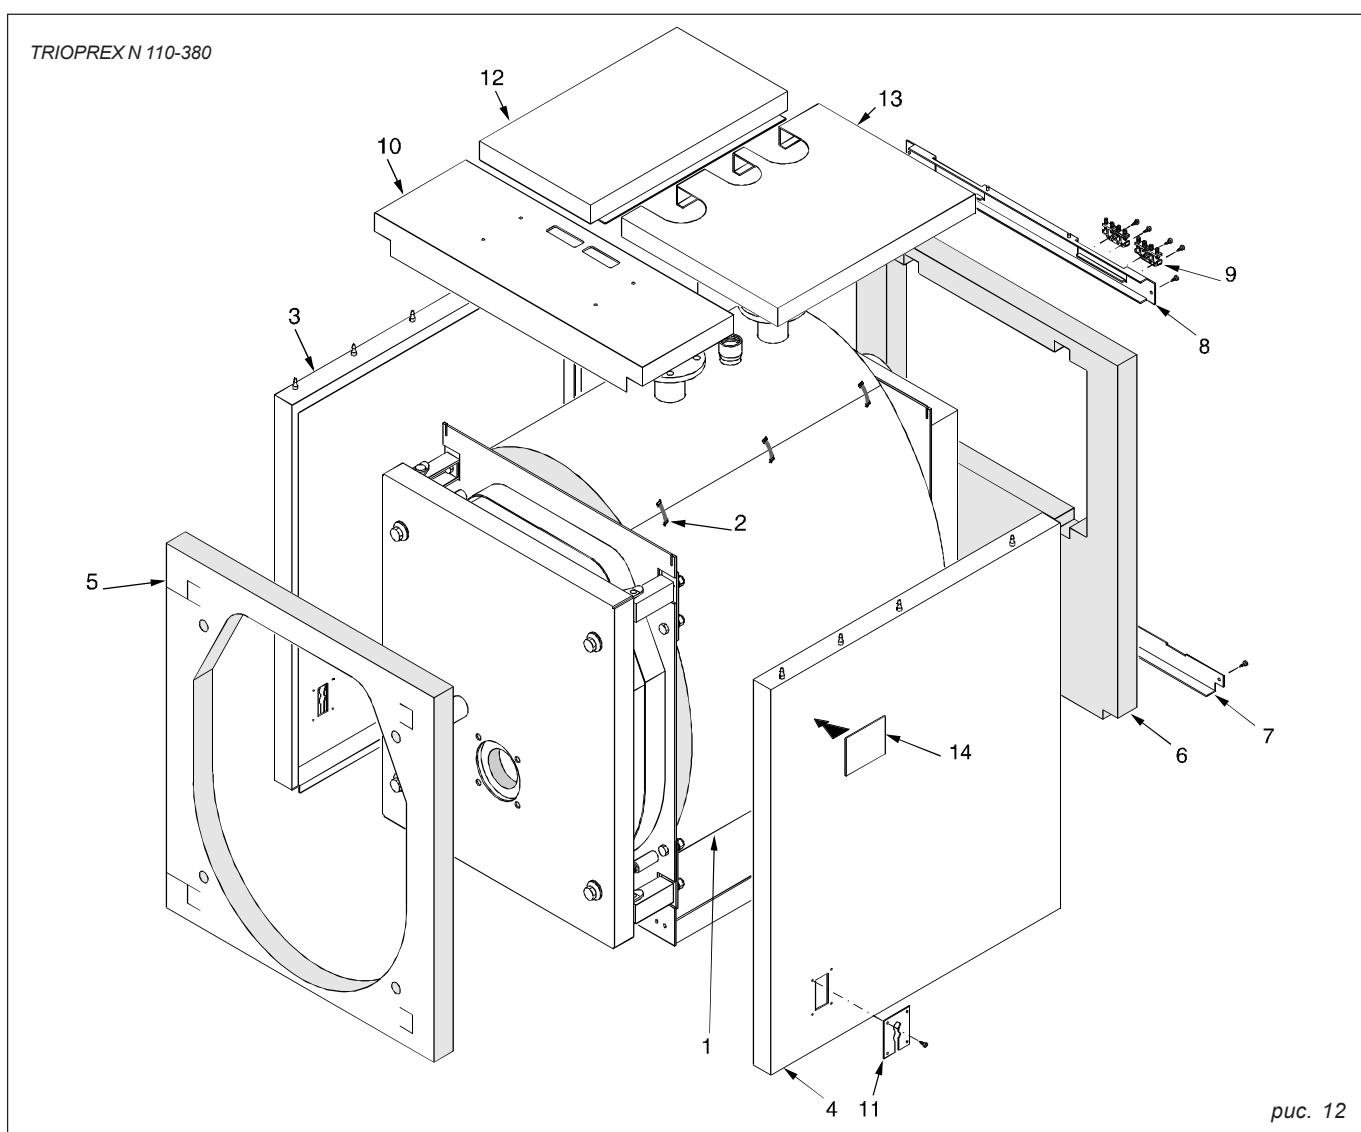

рис. 12
ПРИМЕЧАНИЕ: Для моделей от TX N 110 до TX N 380 (см. рис. 12, 13) кожух и теплоизоляция находятся в одной коробке с
Рис. 12 и 13
F) Вставьте датчики приборов в погружные гильзы, как показано на рис. 12, а также подсоедините пульт управления, горелку, насосы и т. д. к электропитанию. Закройте крышку пульта управления. Проведите штепсель горелки через зажимную панель проводов (поз.11),